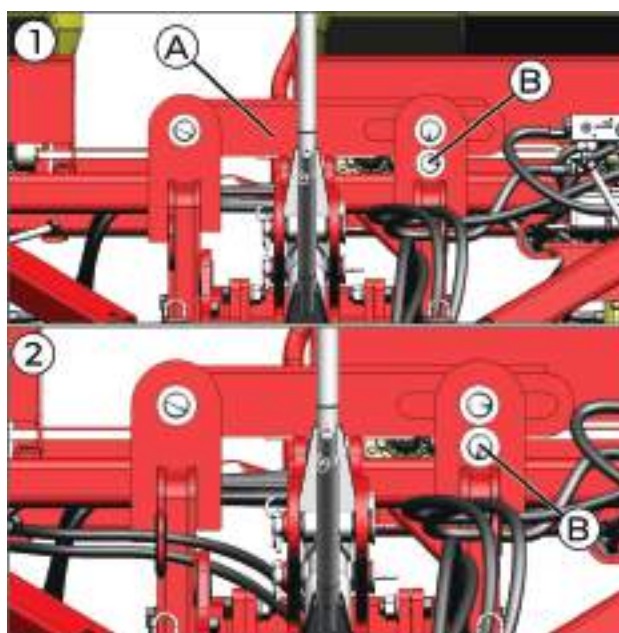

fig. 144
A trava (A) (fig. 144) permite o bloqueio na articulação do chassi direito (B). Ao realizar o plantio, remova o pino inferior (B) do suporte da trava.